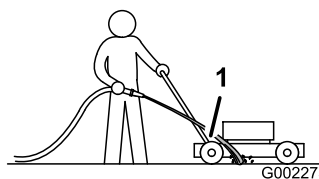

Figura 36
3. Sujete la manguera a la altura del manillar y dirija el agua para que fluya sobre el suelo justo por delante de la rueda trasera derecha (Figura 36).